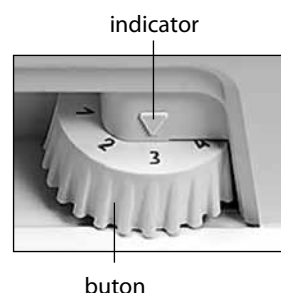

Figura 4 – Buton
La prima conectare se recomandă să efectuați următoarele: deschideți ușa și fixați butonul la diviziunea „3” sau „4” sub indicator în conformitate cu figura 4 și întrerupătorul – la indicele „0”. Apoi închideți ușa congelatorului.
2.3.1 Reglarea temperaturii în congelator se efectuează cu ajutorul butonului în conformitate cu figura 4. În cazul dacă după ajustarea sau schimbarea condițiilor de exploatare compresorul a început să funcționeze continuu, este necesar de a roti rola în direcția reducerii decalajului digital până când se fixează cu clic în termostat. După reglare temperatura în congelator se menține automat.